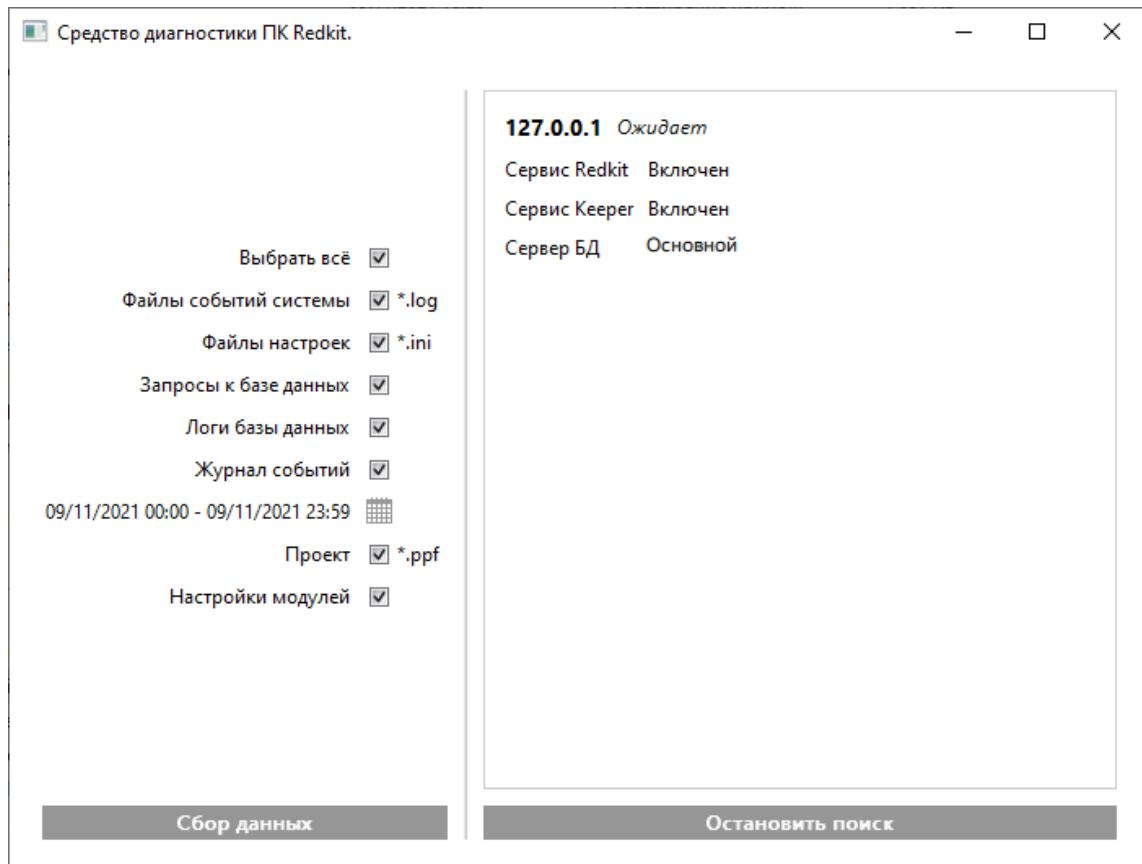

Рисунок 538 - Данные о подсети
- Появится список найденных узлов Redkit с включенными сервисами диагностики в этой подсети (Рисунок 538). После отображения всех узлов нажмите **Остановить поиск**.